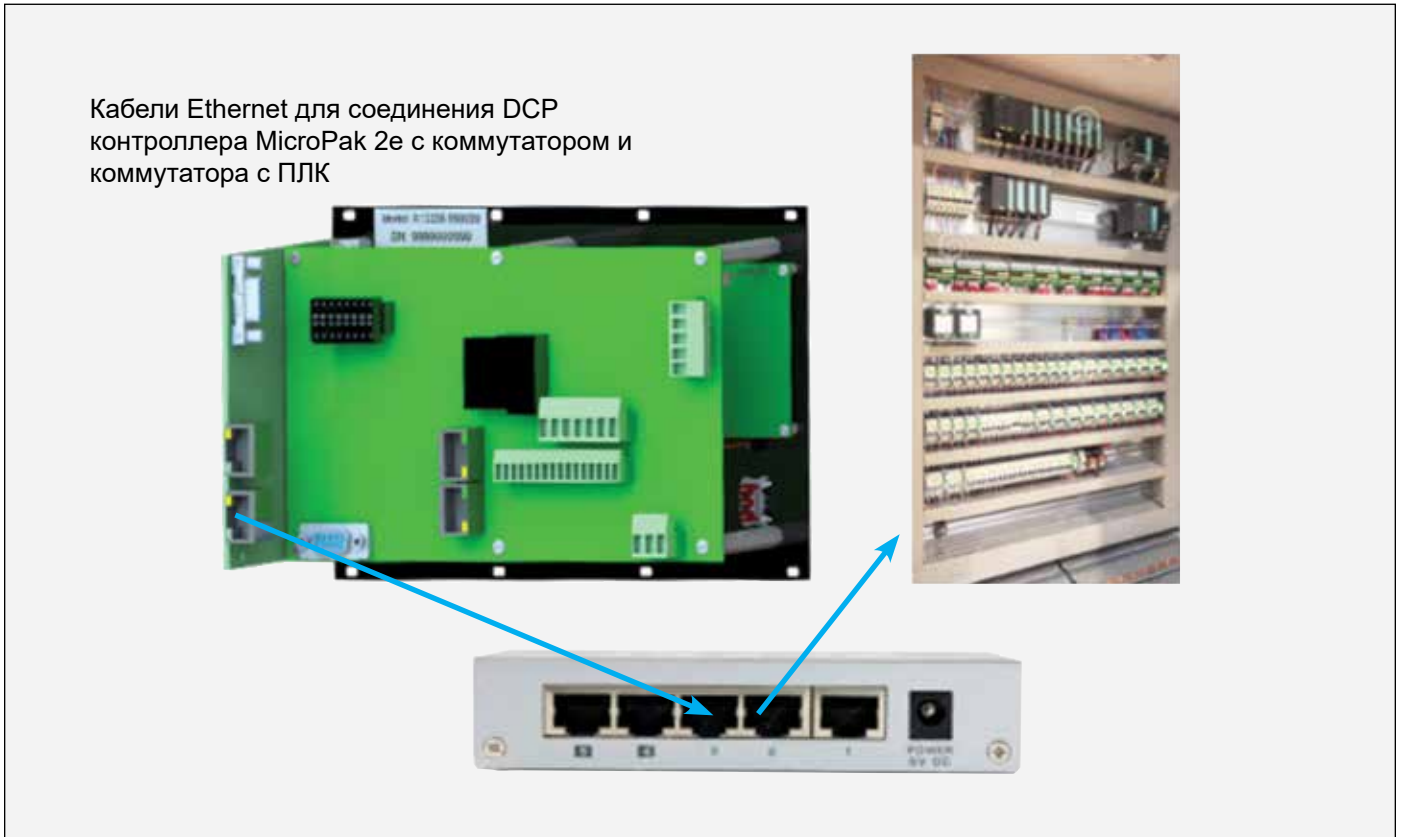

Рис. 26. Подключение кабеля Ethernet
2. Подключите низковольтный кабель (LV) к контроллеру высокого напряжения MP2e, как показано на рис. 26. Решите, в каком месте будет выходить низковольтный кабель из шкафа управления, и сделайте в нем отверстие необходимого размера, если такового еще нет (рис. 30). Пропустите низковольтный кабель через это отверстие.
3. Подключите кабели Ethernet к контроллеру MP2e, как показано на рис. 26. Доработайте шкаф управления, чтобы обеспечить вывод кабелей Ethernet из шкафа.
Выполнить настройку физического подключения Ethernet для контроллера высокого напряжения MP2e просто. Просто подключите кабель Ethernet (как описано в предыдущем «Примечании») от любого из портов Ethernet на панели дисплея и передачи данных (DCP) контроллера MP2e к коммутатору Ethernet. Далее, возьмите еще один кабель Ethernet и подсоедините его к коммутатору и ПЛК или другому устройству автоматизированного управления (см. рис. 26). Порядок настройки подключения Ethernet подробно описан в Руководстве по техническому обслуживанию контроллера MP2e LN-9624-00.